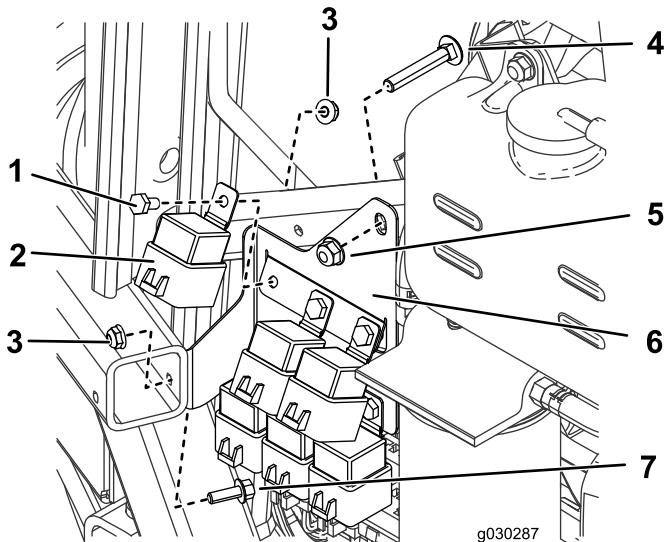

Рисунок 21
1. С правой стороны машины установите 6 реле на кронштейн реле при помощи 6 болтов (1/4 x 1/2 дюйма) и 6 гаек (1/4 дюйма), как показано на Рисунок 21.
3. Используя болт (1/4 x 3/4 дюйма), гайку (1/4 дюйма) и только что снятые болт с гайкой, установите кронштейн реле на машину (Рисунок 21).